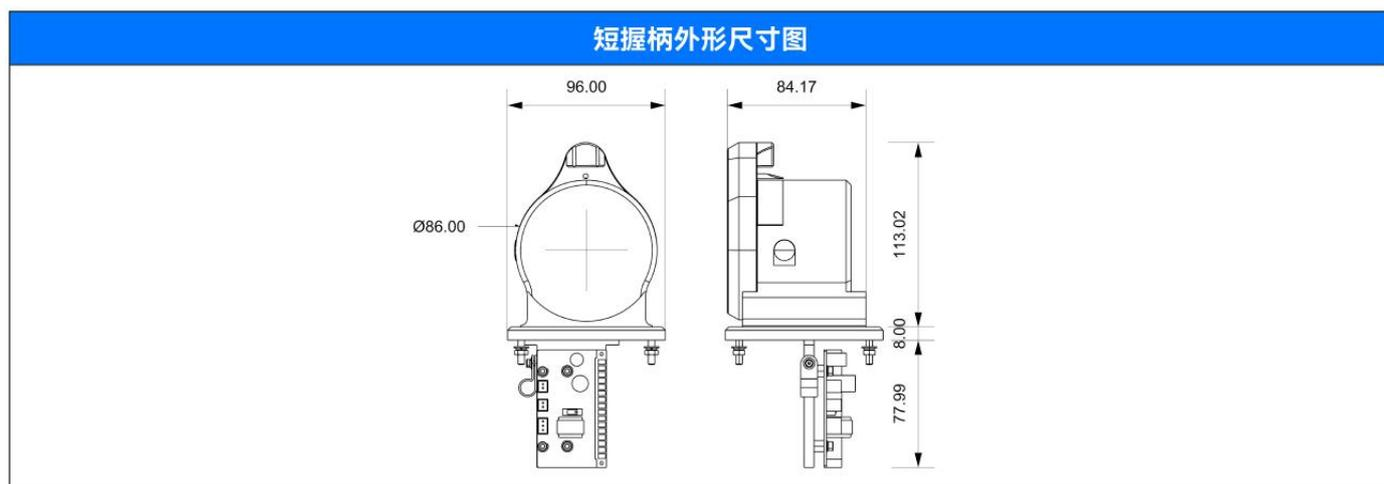

图2.2
1. 短握柄：手柄握柄高度降低，其他尺寸不变；尺寸如图2.2所示。